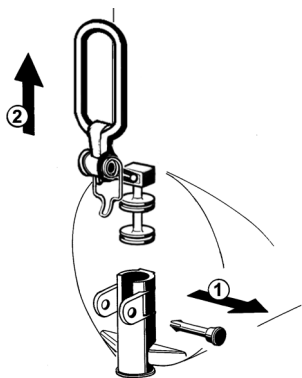

figura 11
5 Disassemblare il rubinetto con la sequenza indicata (vedere figura 11).
- 3 Riasssemblare il rubinetto sul contenitore con sequenza inversa rispetto a quanto fatto per lo smontaggio (vedere figura 11).